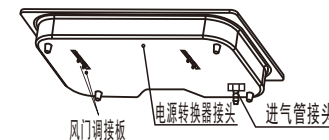

图6
- 先把电源转换器插电,然后把电源转换器另一端插进位于底壳背面接口(如图6所示);